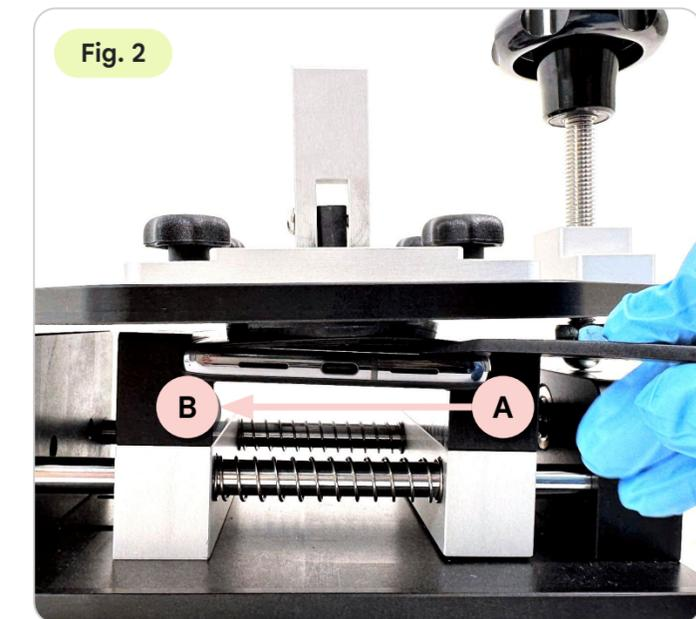

Fig. 2
- Ne poussez pas excessivement la **spatule antistatique de démontage universelle** dans l'appareil pour éviter de l'insérer entre la **vitre**, l'**écran** et le **pourtour**. Reportez-vous aux images OK et NON (Fig. 2).